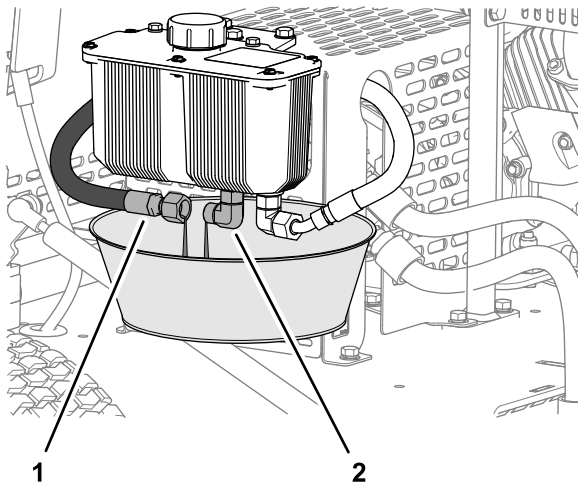

Bild 36
1. Stellen Sie eine Ablaufwanne mit einem Fassungsvermögen von 2 l unter den Hydraulikbehälter (Bild 36).
2. Trennen Sie den Hydraulikzulaufschlauch vom Anschluss des Behälters, und lassen Sie das Hydrauliköl vollständig ablaufen (Bild 36).